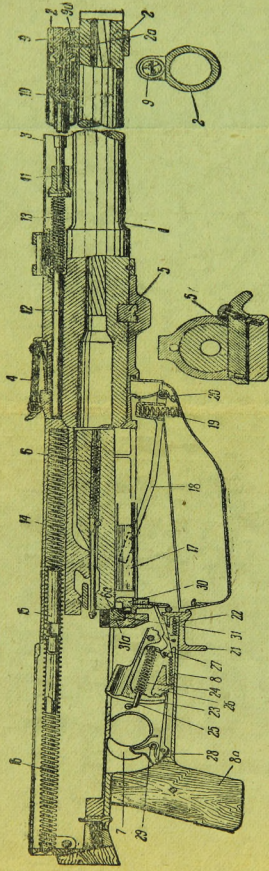

Рис. 1. Самозарядное противотанковое ружье ПТРС (разрез):
1. В самозарядном противотанковом ружье ПТРС (рис. 1, вклейка) открывание затвора 6, перезаряжание и выбрасывание гильзы происходят автоматически — давлением на затвор пороховых газов, отводимых через газовое отверстие 2а в стволе 1 и газовой камере 2.
По израсходовании патронов затвор останавливается в заднем положении остановом затвора 30 (см. рис. 1).
— повернуть флажок чеки *9a* газового регулятора (см. рис. 1) вперед и вынуть чеку; выко-
— вынуть из трубки 3 механизма перезаряжания (см. рис. 1) газовый регулятор 9, газовый поршень 10, шток 11, толкатель 12 с пружиной 13.
— нажать на пуговку защелки и отвести клин 5 (см. рис. 1) вправо доотказа;
— вложить в канал выступа обоймы ствола толкатель 12 (см. рис. 1) с пружиной 13;
— утопить останов 30 затвора (см. рис. 1) и отпустить затвор в крайнее переднее положение;